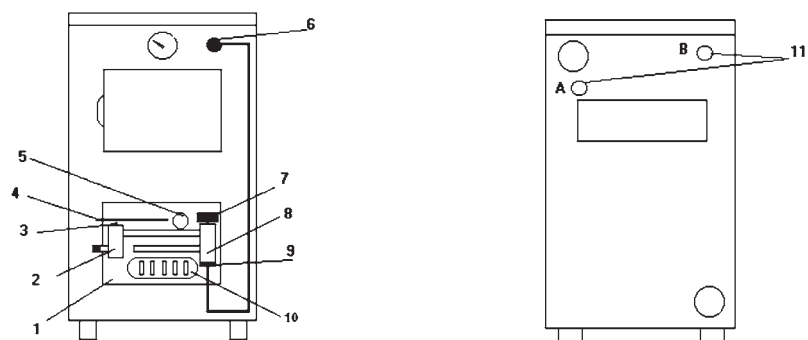

Рис. 2
3. На крепежные кронштейны в рамке установить фронтальный щиток 1 автоматического газогорелочного устройства (рис.2)
4. Установить термобаллон термодатчика 9 (рис.2) в отверстие 6 (рис.2).
- 1) Перед розжигом газогорелочного устройства необходимо проветрить помещение и провентилировать топливник котла в течение 5-10 минут. Ручка 7 (рис.2) управления горелкой должна быть закрыта.
- 3) При розжиге газогорелочного устройства щели во фронтальном щитке должны быть открыты на величину, обеспечивающую нормальную тягу. Тяга регулируется решеткой 10 (рис.2) и шибером дымохода.
- 4) Зажечь бумажный жгутик, нажать кнопку клапана 3 (рис.2) до отказа и через смотровое отверстие 5 поднести жгутик к запальной горелке. Убедившись в наличии устойчивого пламени на запальной горелке, держать кнопку в таком положении до тех пор, пока рычаг 4 не наедет на одну треть ее диаметра. Отпустить кнопку. После этого плавно открыть ручку управления 7 и проследить, чтобы газ на основной горелке воспламенился от запальной горелки. Перед открытием ручки управления смотровая заслонка 5 должна быть закрытой.